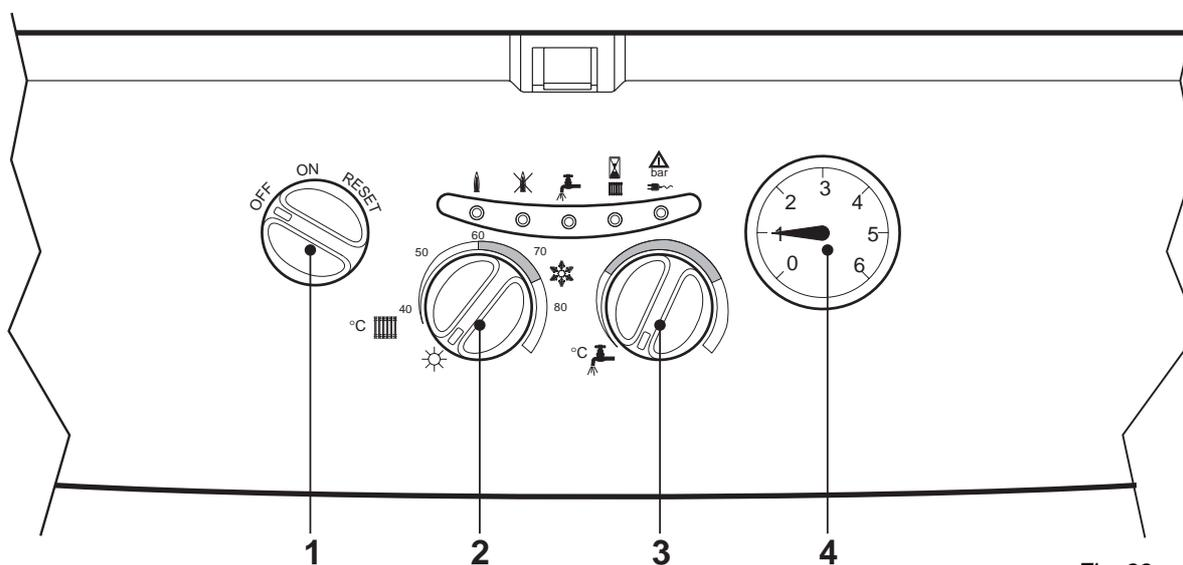

Fig. 22
“INVERNO” () (fig. 22)
“ESTATE” () (fig. 22)
- A questo punto scegliere se far funzionare la caldaia per il riscaldamento e la produzione d'acqua calda sanitaria, o per la sola produzione d'acqua sanitaria. Se si sceglie la prima condizione di funzionamento: riscaldamento + acqua calda sanitaria, posizionare la manopola 2 (fig. 22) sulla posizione Inverno in corrispondenza ad un valore superiore a 50°C e quella dell'eventuale termostato ambiente, sul valore di temperatura desiderato. A questo punto il bruciatore si accende e la caldaia inizia a funzionare automaticamente, controllata dai suoi dispositivi di regolazione e di sicurezza.
Se si sceglie invece la seconda condizione di funzionamento: solo acqua calda sanitaria, posizionare la manopola 2 (fig. 22) sulla posizione Estate. A questo punto la caldaia è pronta per funzionare automaticamente ogni qualvolta si prelevi acqua calda sanitaria.
Nota - Se dopo aver eseguito correttamente le manovre di accensione, i bruciatori non si accendono e la spia blocco si illumina, attendere circa 15 secondi e quindi ruotare con forza la manopola 1 (fig. 22) sulla posizione **RESET** e rilasciarla. La centralina ripristinata ripeterà il ciclo di accensione. Se, anche dopo il secondo tentativo, i bruciatori non si accendessero, consultare il paragrafo "Ricerca guasti".
La regolazione della temperatura dell'acqua di riscaldamento si effettua ruotando l'apposita manopola (fig. 22 - part. 2). Ruotando la manopola in senso orario la temperatura dell'acqua di riscaldamento aumenta, in senso antiorario diminuisce. La temperatura può essere variata da un minimo di 35° ad un massimo di 85°. Consigliamo comunque di non far funzionare la caldaia al di sotto dei 45°.